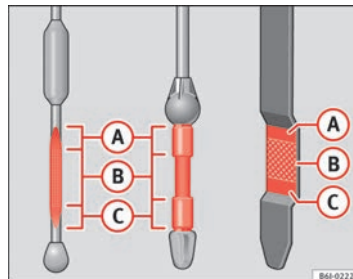

Abb. 125 Ölmesstab
Der Ölmesstab zeigt den Motorölstand an. ⇒ Abb. 125.
- Der Ölstand darf keinesfalls oberhalb des Bereichs **A** ⇒ Abb. 125 liegen. Gefahr von Schäden an der Abgasanlage!